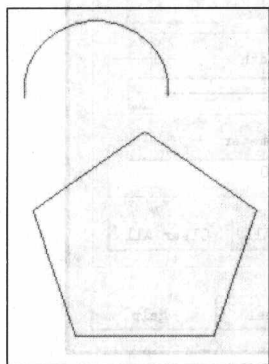

图 2-3 Inside 方式选择图素
② **窗口状态。**
- **Inside (窗口内部):** 若用户选择了该选项, 则在进行图素选择时所有窗口内部的图素都会被选中。如图 2-3 所示, 矩形框外的多段线不会被选中。